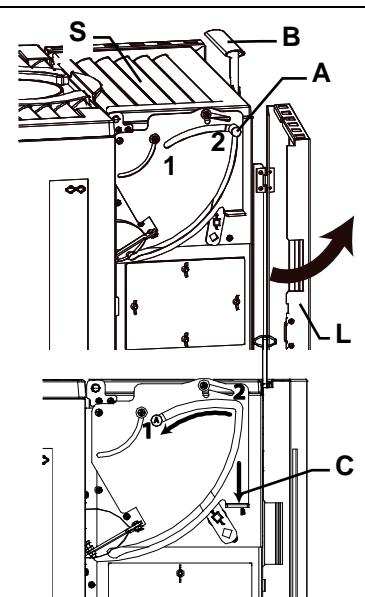

ABB. 11
- 1) Die seitliche Klappe für den Zugang zu den mechanischen Elementen öffnen (L ABB. 11);
- 2) Die korrekte Positionierung des Hebels **A** in Position 2 prüfen (ABB. 11);
- 3) Den Griff des Deckels vom Pelletstank **B** lösen, ABB. 11;
- 8) Einen leichten Druck auf den Punkt **C** ausüben, ABB. 11, um eine Bewegung des Knaufs **A** in die vom Pfeil angezeigte Richtung (Position 1) zu ermöglichen: auf diese Weise sinken die Pellets aus dem Raum in den Tank;